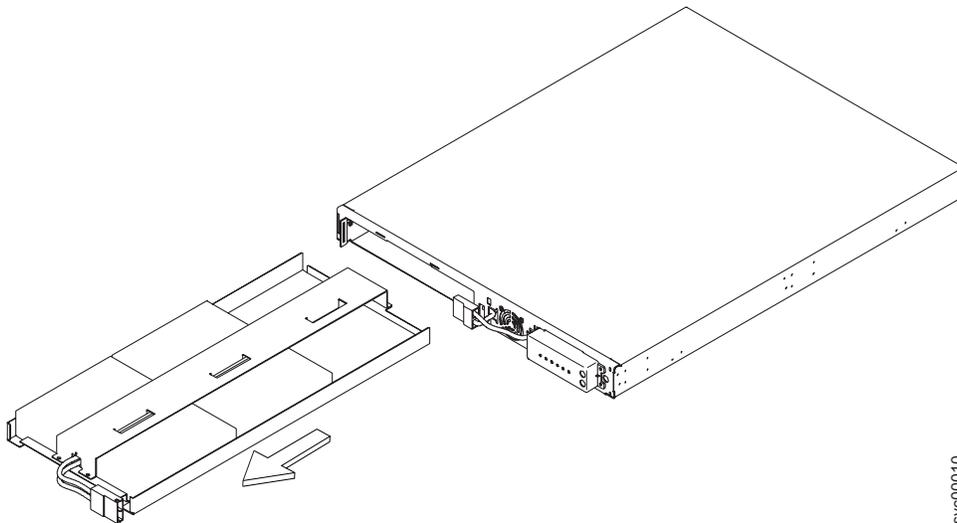

図 331. 2145 UPS-1U バッテリーの取り外し
5. 374 ページの図 331 に示すように、バッテリーをスライドさせて 2145 UPS-1U から取り外し、平らな面に置きます。